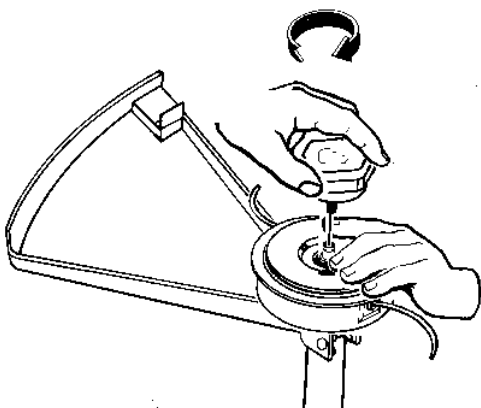

Fig. 20
10. Continuar aplicando presión en el carrete hasta que la perilla pueda roscarse en sentido de las manecillas del reloj dentro del husillo. Apretar bien la perilla únicamente con la mano (Fig. 20).